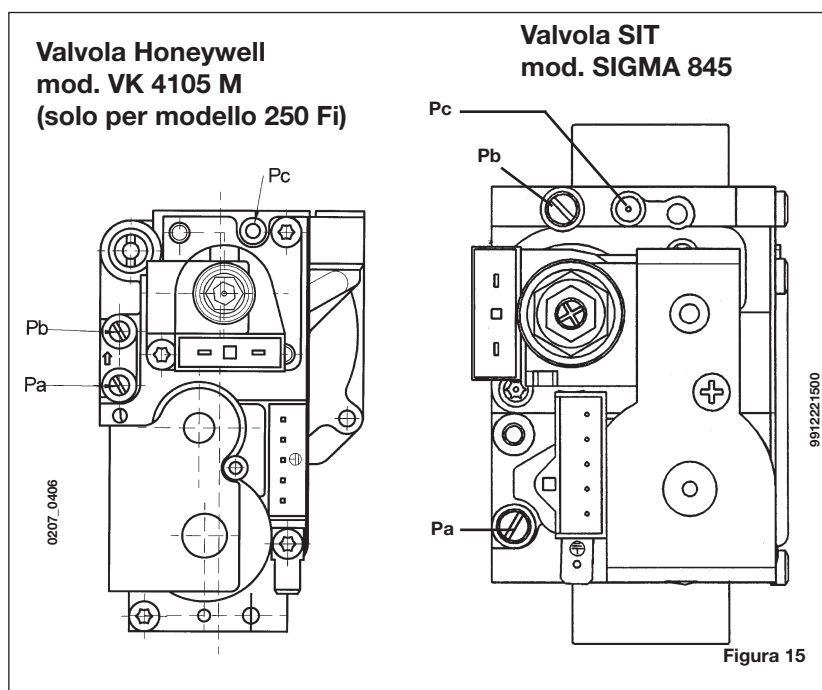

Figura 15
Le modalità di taratura del regolatore di pressione sono leggermente differenti a seconda del tipo di valvola del gas utilizzata (HONEYWELL o SIT vedi figura 15).
- collegare la presa di pressione positiva di un manometro differenziale, possibilmente ad acqua, alla presa di pressione (**Pb**) della valvola del gas (Figura 15). Collegare, solo per i modelli a camera stagna, la presa negativa dello stesso manometro ad un apposito "T" che permetta di collegare insieme la presa di compensazione della caldaia, la presa di compensazione della valvola del gas (**Pc**) ed il manometro stesso. (Una pari misura può essere effettuata collegando il manometro alla presa di pressione (**Pb**) e senza il pannello frontale della camera stagna); Una misura della pressione ai bruciatori effettuata con metodi diversi da quelli descritti potrebbe risultare falsata in quanto non terrebbe conto della depressione creata dal ventilatore nella camera stagna.
- verificare che la pressione dinamica di alimentazione della caldaia, misurata alla presa di pressione (**Pa**) della valvola del gas (Figura 15) sia quella corretta (**37 mbar** per il gas **propano** o **20 mbar** per il gas **metano**).